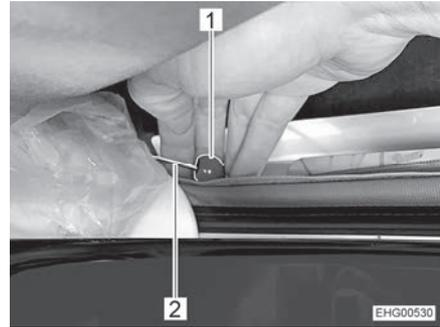

Fig. 60 Desbloqueo de emergencia
- Tirar del botón rojo (Fig. 60,1) del cables de accionamiento (Fig. 60,2) en ambos lados.